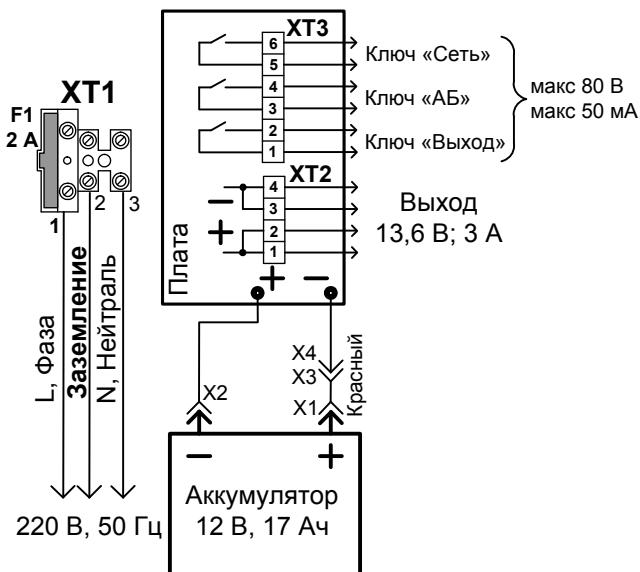

Рис. 2
ВНИМАНИЕ! При подключении внешнего питающего напряжения 220 В к сетевой колодке XT1 необходимо соблюдать правильность подключения проводов «фаза» и «нейтраль». Подключение производить в соответствии с Рис. 2. Схема подключения также расположена на внутренней стороне корпуса РИП.
3.2.5 Согласно схеме соединений (рис. 2):
б) изъять из колодки вставку F1 (2 A), подключить сетевые провода к входной колодке (**фаза (L)** должна быть подключена к **XT1:1**, см. рис. 2);